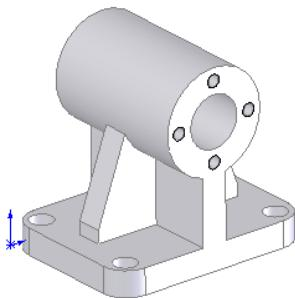
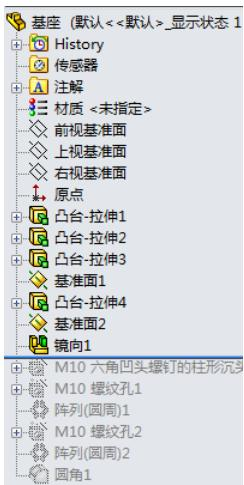
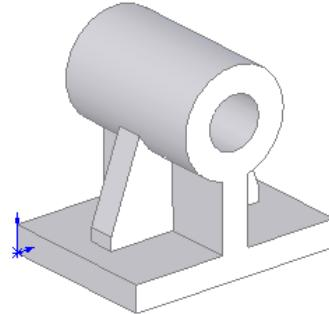

图 5-14 绘制的基座
图 5-16 退回的“FeatureManager 设计树”
图 5-17 退回的零件模型
**02** 在“FeatureManager 设计树”的最底端有一条黄黑色粗实线，该线就是“退回控制棒”。如图 5-14 所示为基座的零件图，图 5-15 所示为基座的“FeatureManager 设计树”。当将光标放置在“退回控制棒”上时，光标变为 。单击鼠标左键，此时“退回控制棒”以蓝色显示，然后拖动光标到欲查看的特征上，并释放鼠标。此时基座的“FeatureManager 设计树”如图 5-16 所示，基座如图 5-17 所示。